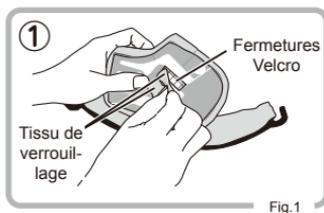

Fig.1
- ① Retirez le "tissu de verrouillage" des fermetures Velcro, à l'arrière du coussinet de joue. (Fig.1)